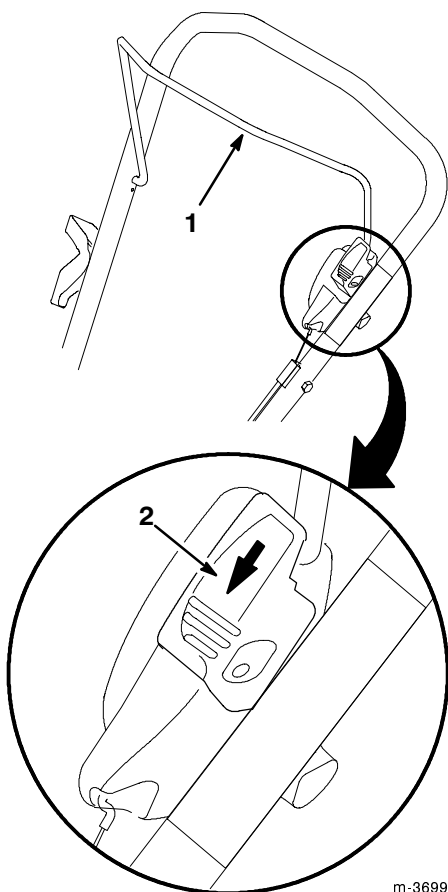

Figure 15
3. Tirer la barre de commande vers le mancheron en poussant l'élément coulissant vers le bas (Fig. 15).